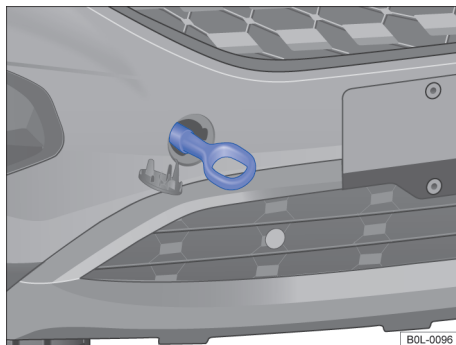

图 130 前保险杠上右侧：已拧入牵引环
- 将牵引环沿逆时针方向牢固地拧入支座中 → 图 130 → ④。用一个合适的器具，将牵引环充分而牢固地拧入支座中。